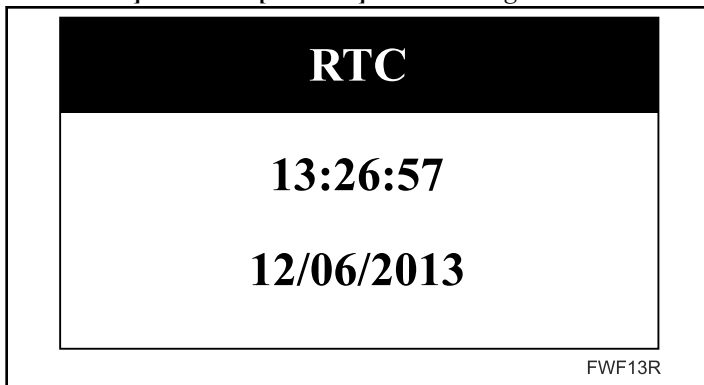

Figura 12
- Para voltar ao menu, prima uma das seguintes teclas: **FUNCTION [FUNÇÃO]**, **UP [PARA CIMA]**, **DOWN [PARA BAIXO]** ou **STOP [PARAR]**. Consulte *Figura 12*.